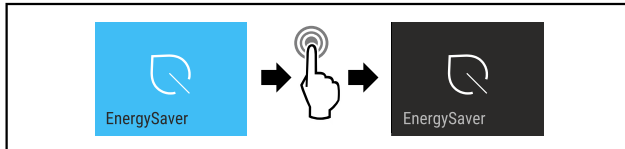

Fig. 18
- ▶ Провести етапи операцій (див. Fig. 18) .